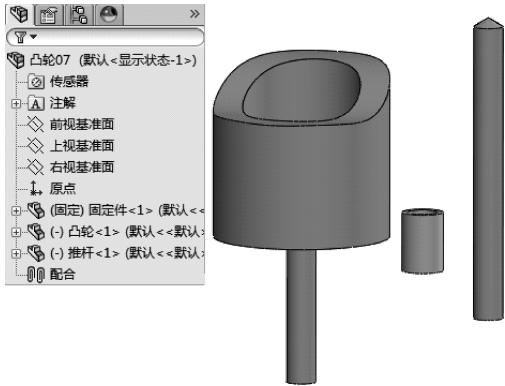

图 13-5 完成插入零部件
4) 单击【装配体】工具栏中的 (插入零部件) 命令按钮，系统弹出【开始装配体】对话框，重复步骤 2)，将装配体所需所有零件放置在图形区域中，如图 13-5 所示。